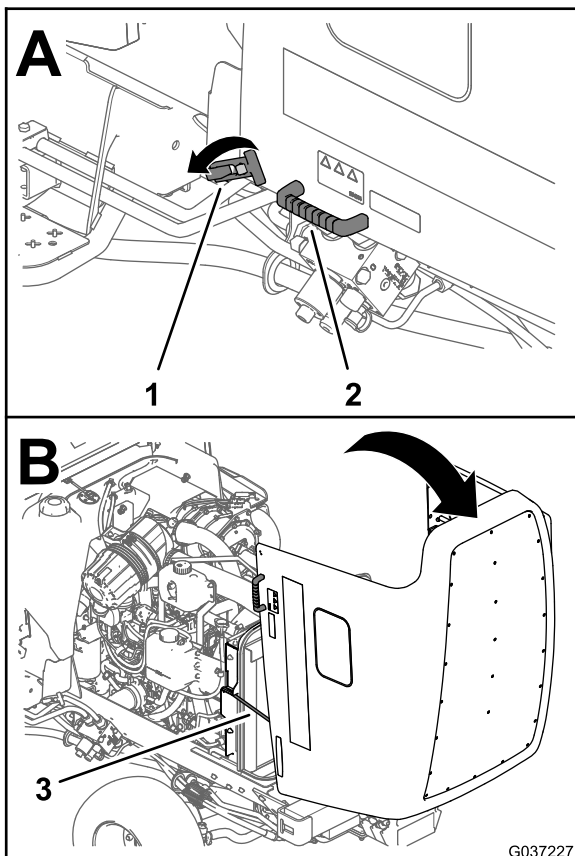

Рисунок 75
2. Отпустите 2 защелки в передних нижних угла капота (Рисунок 75).
3. Используя рукоятки, расположенные рядом с защелками, поднимите и зафиксируйте капот 2 опорными стойками, установив их в 2 кронштейна скобы (**Рисунок 75**).